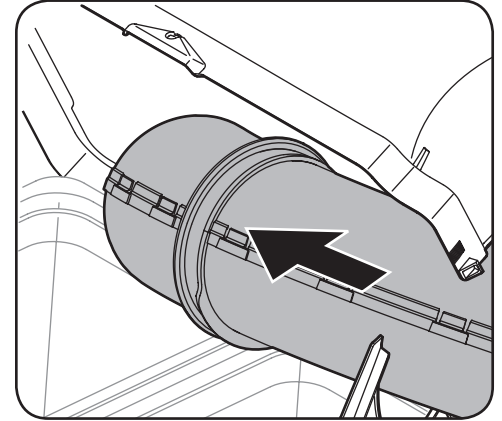

Figura 4-17
2. Con la tapa del colector abierta, instale el canal de descarga superior a través de la abertura del canal de descarga, como se muestra en la Figura 4-17.